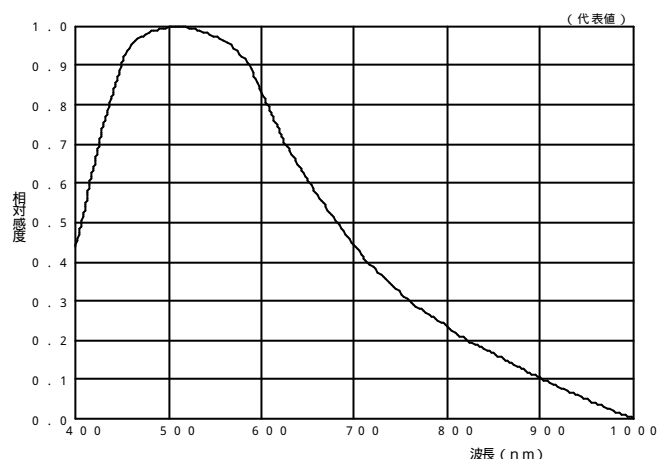

図2-3 標準的波長感度特性
- ・CCDの波長感度特性（図2-3参照）
- ・オプティカルブラック 水平(H) 方向 前2画素, 後31画素